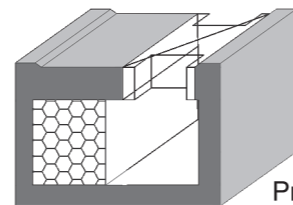

Рис. 1
Перемычки изготавливаются на строительной площадке путем резки боковых стенок универсальных блоков, благодаря чему образуется желоб для укладки арматуры и заливки бетоном (см. рис. 1). Перемычки устанавливают на деревянную опалубку, закрепленную в верхней части проема и подгоняют одну к другой на ширину проема. При бетонировании блоки перемычек соединяются с основной кладкой, образуя единый бетонный каркас. Перемычки для пролетов до 2,0 м изготавливаются из половинчатых блоков (U/2). В случае, если пролет шире (максимум 4,0 м), перемычки состоят из целых проемных блоков (U).